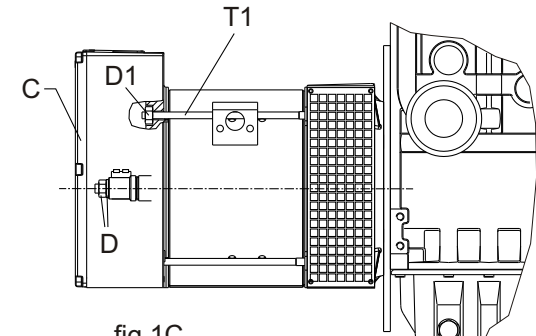

fig.1C
- 4) Riposizionare il gruppo carcassa e lo scudo posteriore (fig.1C)
- 6) Bloccare assialmente il rotore applicando la rosetta e serrando il dado autobloccante D sul tirante T con chiave dinamometrica (fig.1C) Coppia di serraggio:
- 4) Re-position the casing unit and the rear shield (Fig.1C)
- 6) Lock axially the rotor by placing the washer and tight the self-locking nut D on the rod T, using a torque spanner (fig.1C)
- 4) Repositionnez le groupe carcasse et la flasque postérieure (fig.1C)
- 6) Bloquer axialement le rotor, en utilisant le rondelle et vissant a fond l'écrou autobloquant D sur la tige centrale T en utilisant la clef dynamométrique (fig.1C)
- 4) Die Gehäuseeinheit und das hintere Lagerschild (fig.1C) erneut platzieren
- 6) Den Rotor in Achsenrichtung blockieren, indem die Unterlegscheiben angebracht und die selbstsperrende Mutter D auf der Zugstange T mit einem Drehmomentenschlüssel angezogen wird (fig.1C)
- 4) Volver a colocar el grupo carcasa y el escudo trasero (fig.1C)
- 6) Bloquear axialmente el rotor utilizando la arandela y apretando la tuerca autobloccante D sobre el tirante T con llave dinamoétrica (fig.1C)